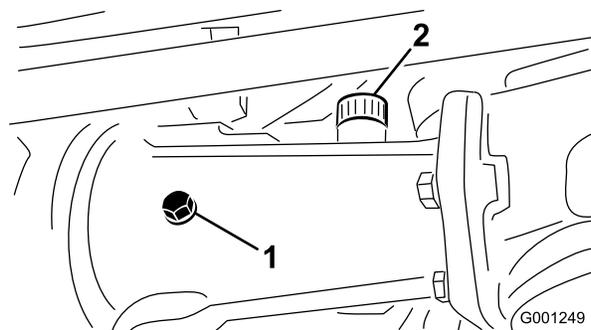
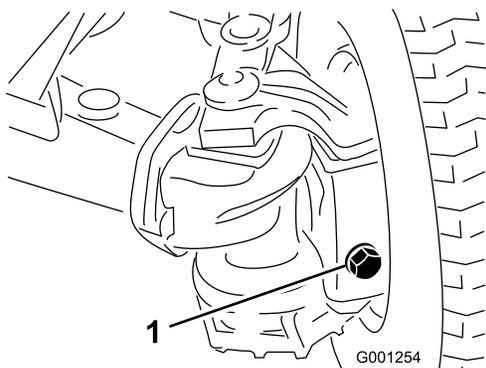

図 27
図 28
2. 点検プラグを取り、オイルが各穴の下の縁までであることを確認する。量が不足している場合は、給油プラグを外し、点検プラグ（図 27 と 図 28）の穴の下の縁まで補給する。